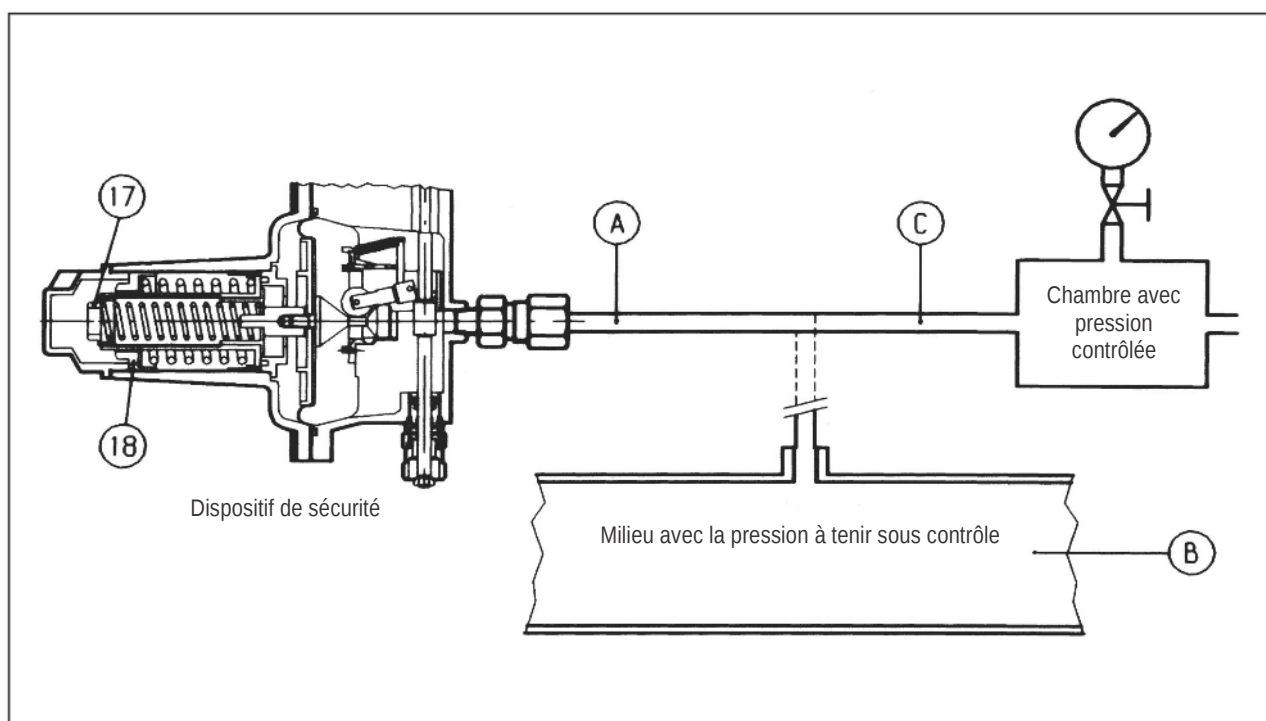

fig. 19
B) Pour dispositifs dépourvus de la vanne “push” (fig. 19) on conseille de brancher séparément la tête de commande à une pression auxiliaire contrôlée et répéter les opérations décrites ci dessus.
- B)** Pour dispositifs dépourvus de la vanne “push” (fig. 19) on conseille de brancher séparément la tête de commande à une pression auxiliaire contrôlée et répéter les opérations décrites ci-dessus.